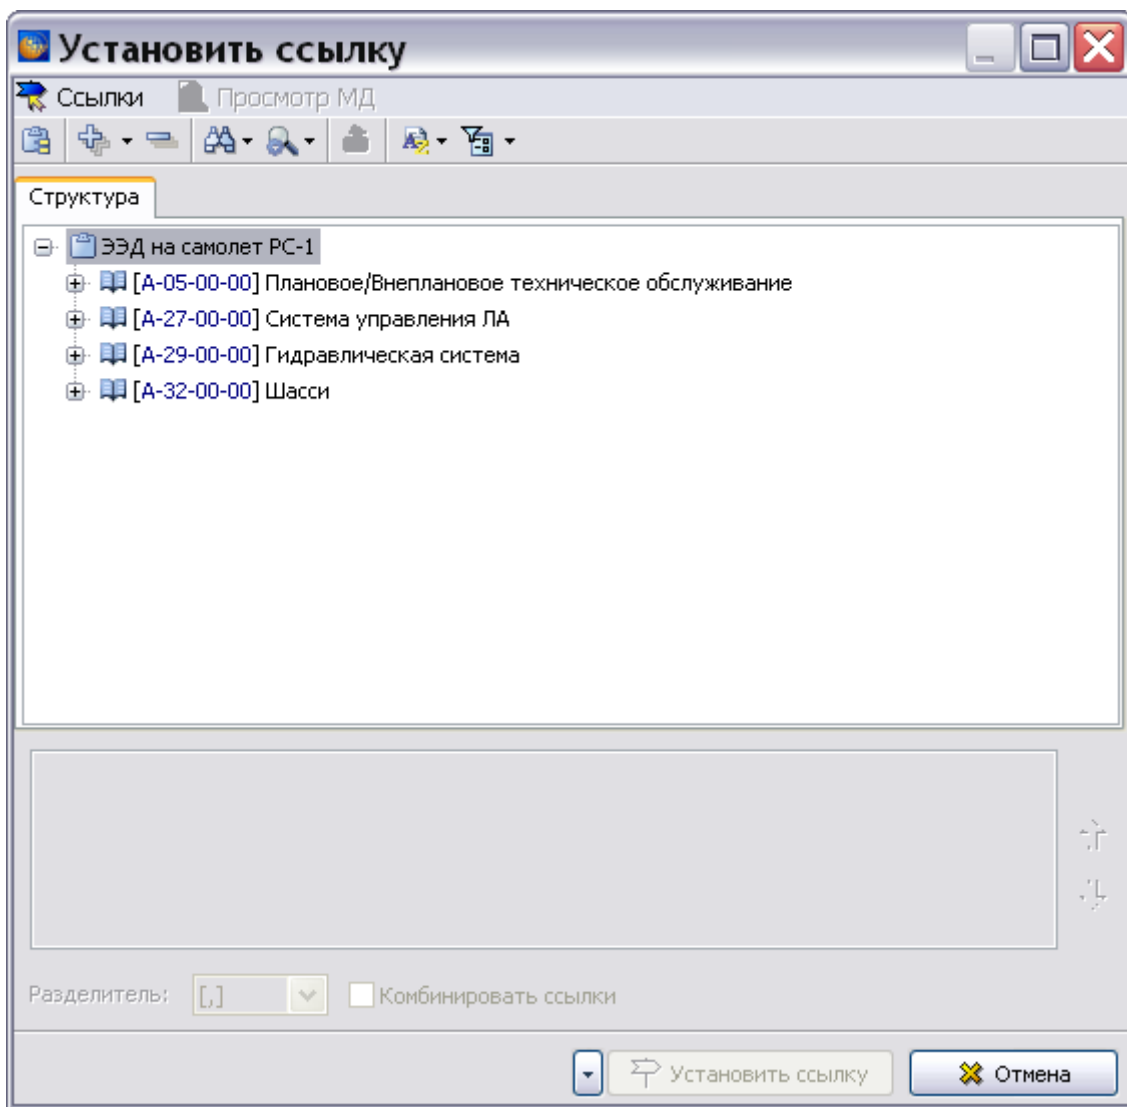

Рис. 9.94
1. В окне **Ссылки** нажмите на кнопку **Установить ссылку на модуль данных** . После этого появится окно **Установить ссылку** (Рис. 9.94).